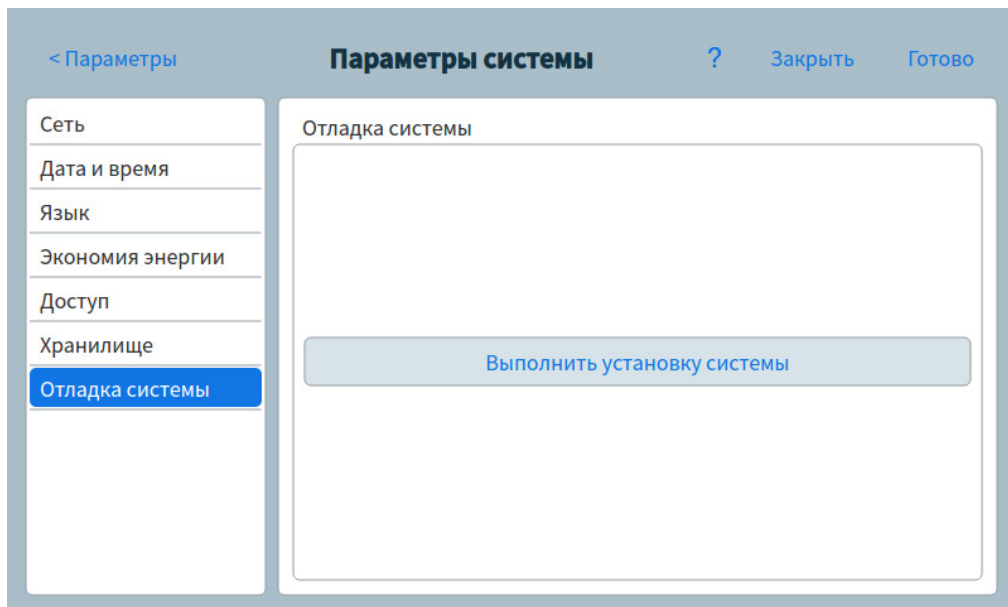

Рис. 48. Страница отладки системы
- 1 На странице системных параметров нажмите кнопку выбора страницы **Отладка системы**. Появится страница установки системы. См. **Рис. 48**.